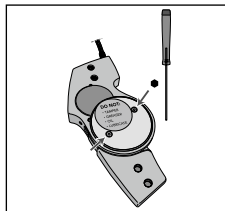

Abb. 4
2. Verwenden Sie den mitgelieferten Innensechskantschlüssel, um die beiden Schrauben der inneren Gelenkabdeckung zu entfernen (siehe Abb. 4).